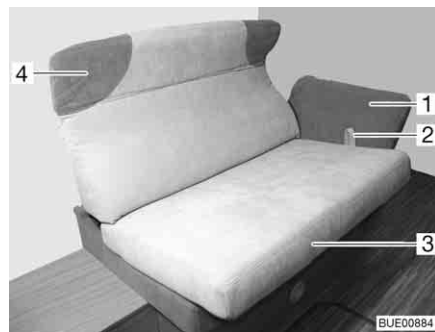

Fig. 98 Regolazione del divano
- Tirare l'asola (Fig. 98,2) verso l'alto e il piano di seduta (Fig. 98,3) sulle guide con cautela verso il centro fino all'arresto.
- Afferrare il cuscino per la nuca (Fig. 98,4) con entrambe le mani e inclinare con cautela verso l'alto o il basso fino alla posizione desiderata.
- Afferrare il bracciolo (Fig. 98,1) con entrambe le mani e inclinare con cautela verso l'alto o il basso fino alla posizione desiderata.